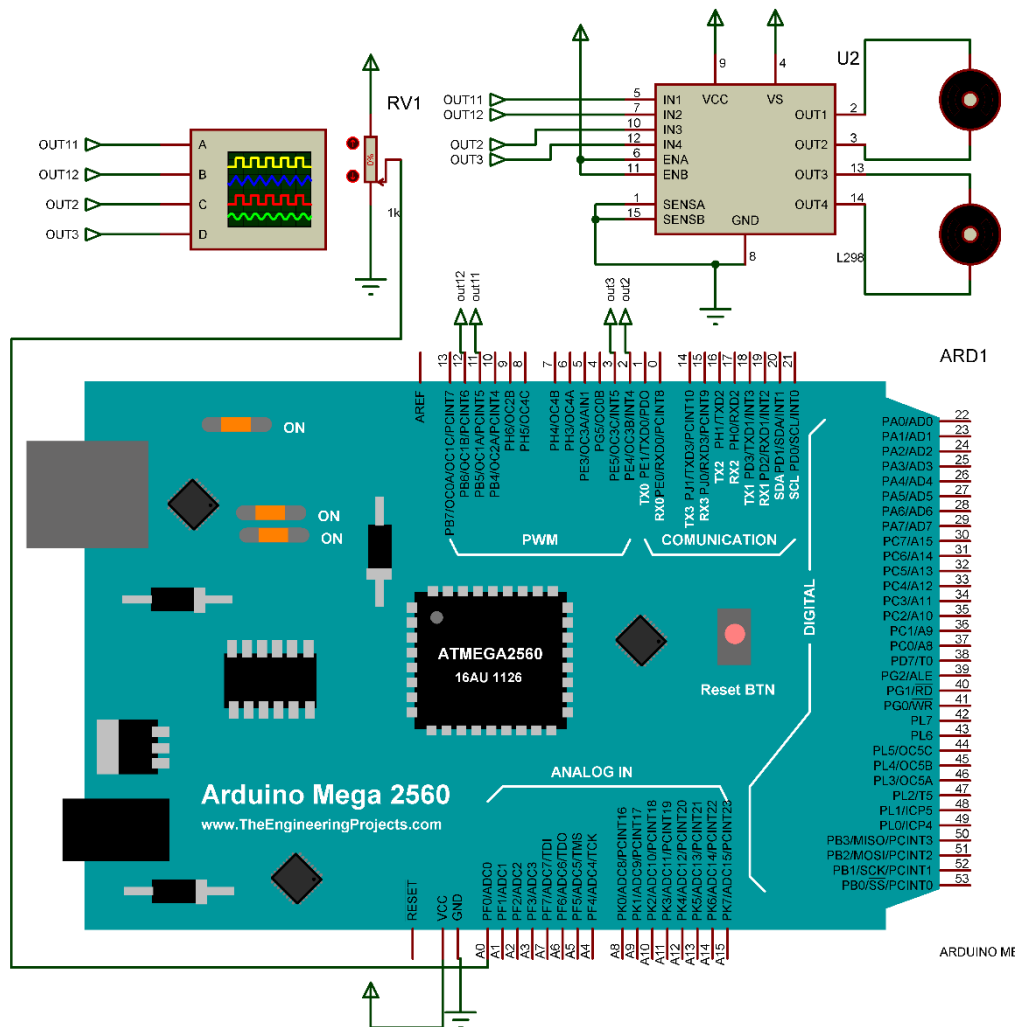

Fig. 10 Simulación de Control de Motores DC.
2. Monte los componentes del circuito según la **Fig. 10**.
7. Monte los componentes del circuito según la Fig. 10.